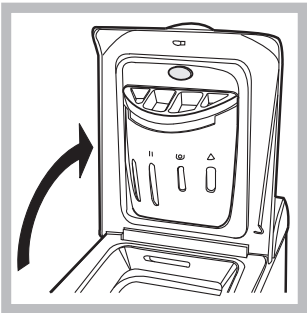

Fig. 1
- A) ABERTURA (Fig. 1)** Levante la tapa externa y ábrala completamente